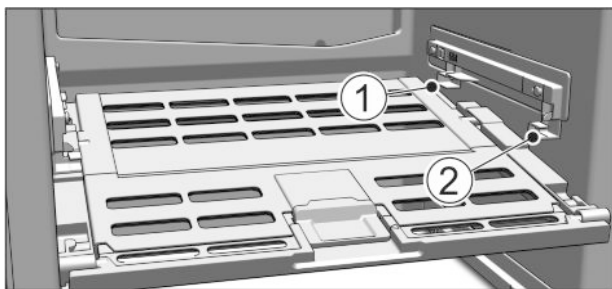

Fig. 74
- ▶ Вставляння кришки відділення Fruit & Vegetable-Safe: вставити поперечні ребра кришки знизу у задній тримач Fig. 74 (1) і зафіксувавши спереду у тримачі Fig. 74 (2).